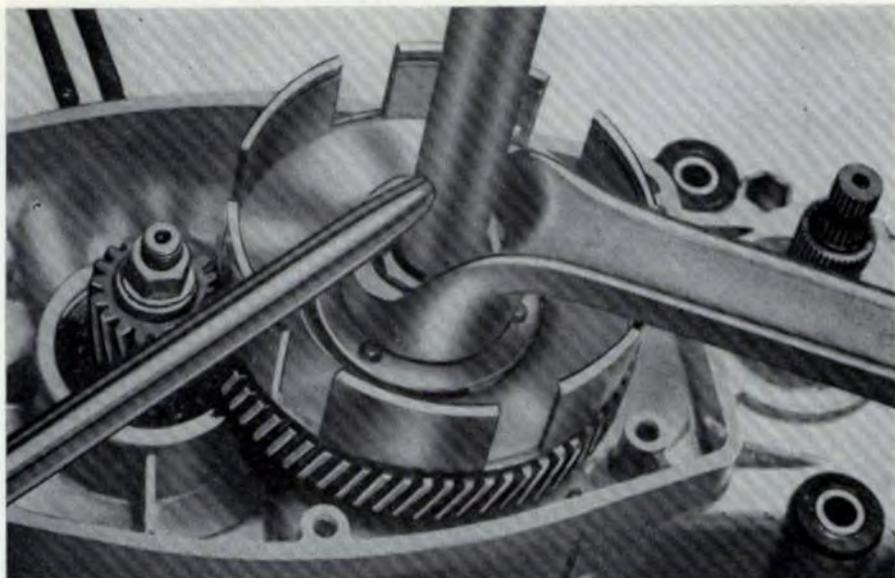

Fig. 6 - Come smontare la campana frizione
10. Fig. 6 - Usando una chiave da mm. 30 fermare il mozzo frizione, svitare con chiave a tubo da mm. 17 il dado di bloccaggio del mozzo frizione e sfilare le rispettive rosette, dado e corpo esagonale.
- Usando una chiave da mm. 30 fermare il mozzo frizione ed avvitare con chiave a tubo da mm. 17 (fig. 6).